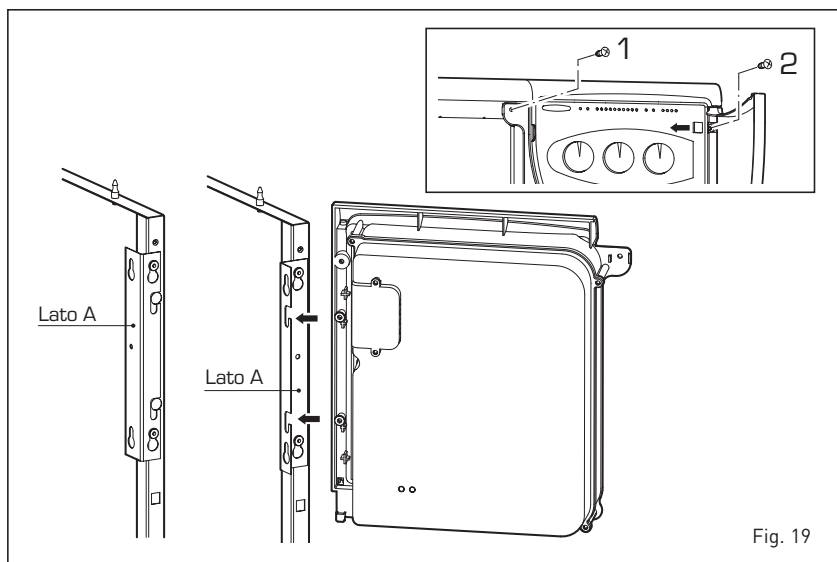

Fig. 19
4.7.1 Demontarea partii superioare a mantalei si tabloului de comanda (fig. 19)